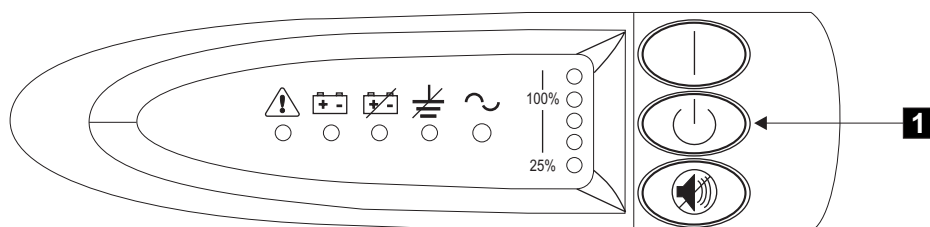

図 254. 2145 UPS フロント・パネル・アセンブリー
1. 2145 UPS の前面で、オフ・ボタン (図 254 の **1**) を、約 5 秒間または長いビープ音が停止するまで押し続けます。